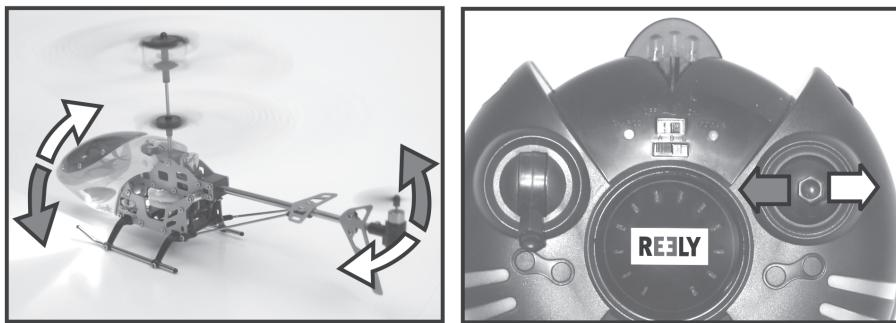

Figure 10
Comme l'hélicoptère dispose de deux rotors qui tournent en sens inverse, il n'y a pas de couple de rotation autour de l'axe de giration (arbre rotor). Ainsi, l'hélicoptère n'a pas besoin d'un rotor arrière pour la stabilisation latérale. Afin de pouvoir tourner le modèle autour de l'axe de giration (arbre rotor), les rotors tournent avec des vitesses légèrement différentes et le modèle commence à tourner (voir fig. 10). La commande de la fonction Arrière a lieu au moyen du levier de commande de droite (voir fig. 1, pos. 5). Si l'on pousse le levier légèrement vers la gauche, la pointe du fuselage tourne vers la gauche. Si vous pilotez vers la droite, la pointe du fuselage tourne également vers la droite.